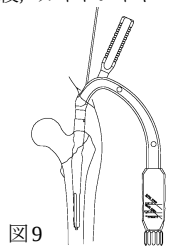

図9
- 7) ネイルを髄空へ挿入します。挿入が困難な場合、T/D用ロッドインパクトをターゲットデバイスに接続し、軽く叩き込みます。挿入後、ガイドワイヤーを取り外します。(図9)